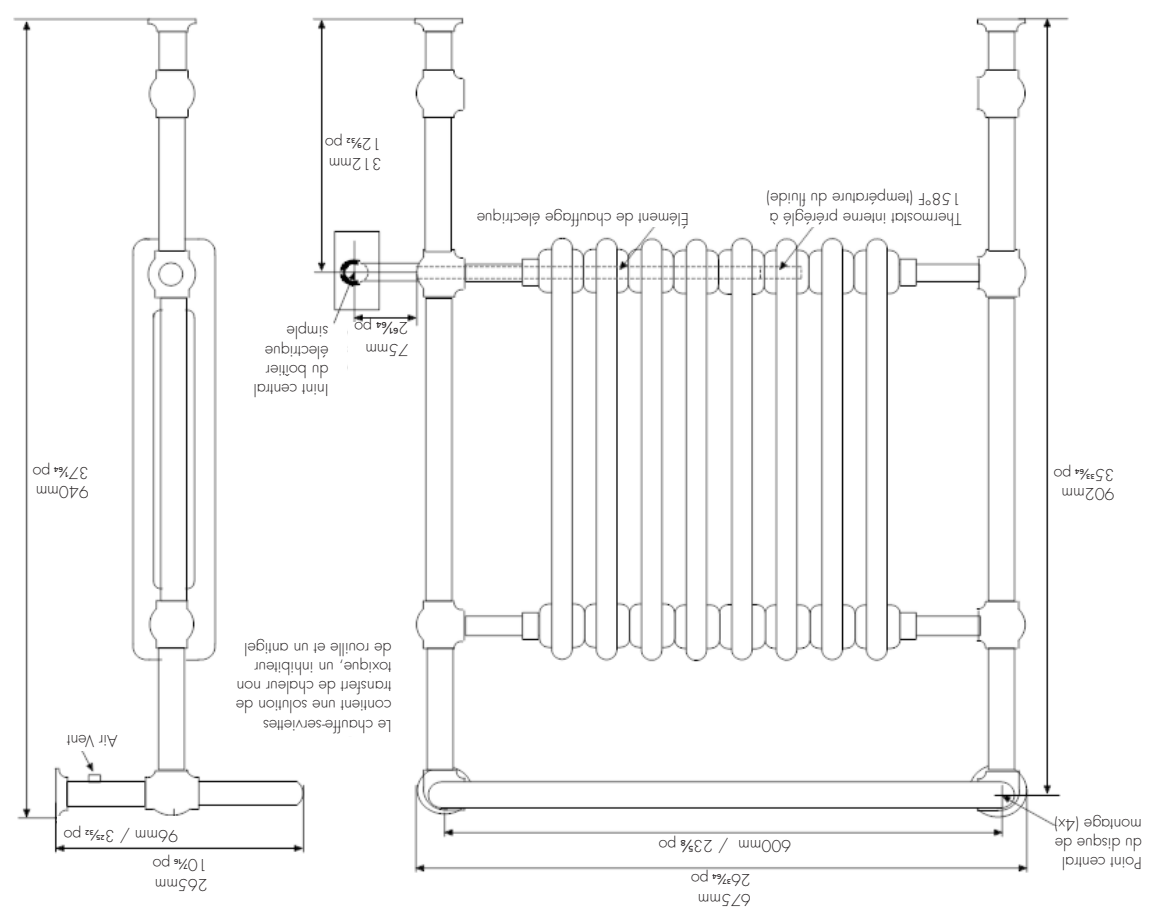

Figure 2
2. Une alimentation électrique passe ensuite du boîtier électrique du contrôleur à un boîtier électrique simple (inur chauffe-serviettes). L'emplacement de cette boîte électrique détermine l'emplacement de votre chauffe-serviettes (voir figure 2).
3. Des montants muraux ou un contreplaqué sont nécessaires dans le mur à tous les emplacements des supports. Voir la figure 2 inur l'emplacement des supports.